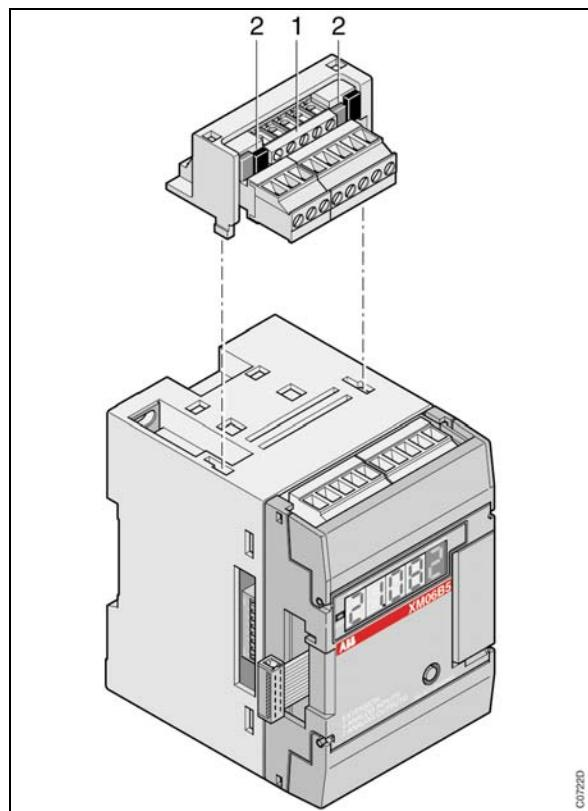
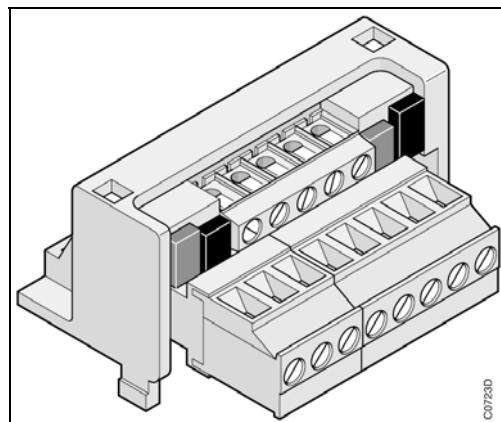

Figura 0-20: Conectores dobles externos (07 ST 51)
Figura 0-22: Conectores dobles externos (07 ST 51)
7.4.3. Conector doble externo: 07 ST 51 (ver Figura 0-20 y Figura 0-22)